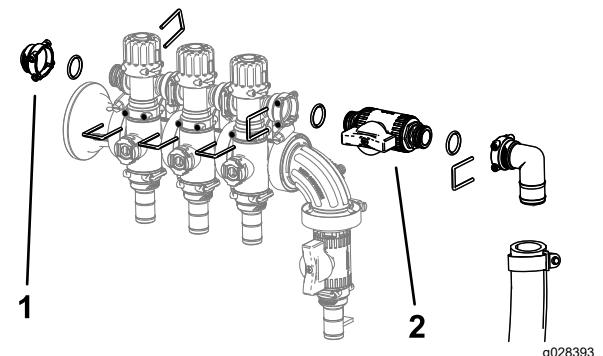

Рисунок 6
5. Установите узел регулировки перепуска, крышку с внутренней резьбой, уплотнительные кольца, отсечной клапан и штуцер со шлангом в сборе, используя крепежные детали, снятые ранее, как показано на Рисунок 6.